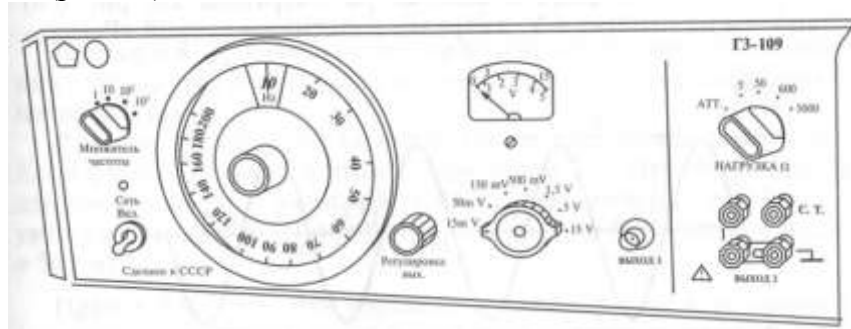

Рисунок 18 – Лицевая панель генератора ГЗ-109
1. Изучите примеры по формированию синусоидального и импульсного сигналов при помощи генератора ГЗ-109 (рис. 18).